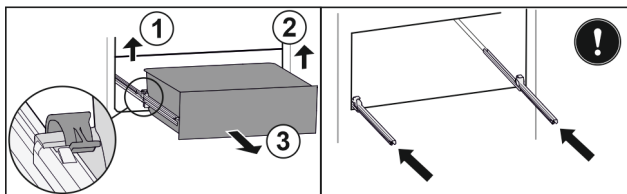

Fig. 78
- ▶ Levante la brida izquierda y, simultáneamente, tire de la parte izquierda del cajón hacia adelante. Fig. 78 (1)
- ▶ Levante la brida derecha y, simultáneamente, tire de la parte derecha del cajón hacia adelante. Fig. 78 (2)
- ▶ Extraiga el cajón hacia adelante. Fig. 78 (3)